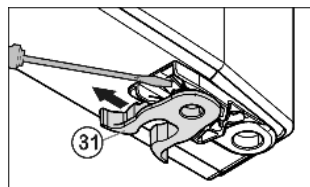

Fig. 6
- ▶ Преместване на пружинната скоба Fig. 6 (31): Натиснете надолу фиксиращия палец, изтеглете пружинната скоба над него.